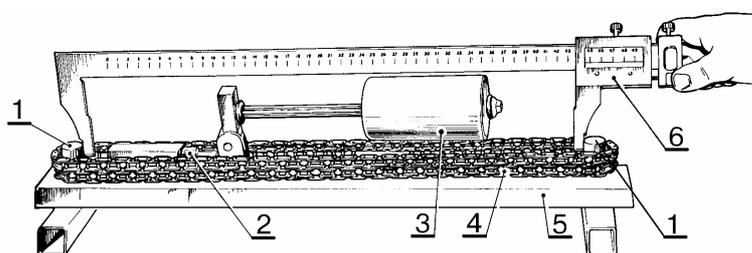

Рис.35.
4.2.9 Цепь привода распределительного вала, рис. 35.
установить цепь 4, рис.35, на ступенчатые ролики 1 приспособления 5;